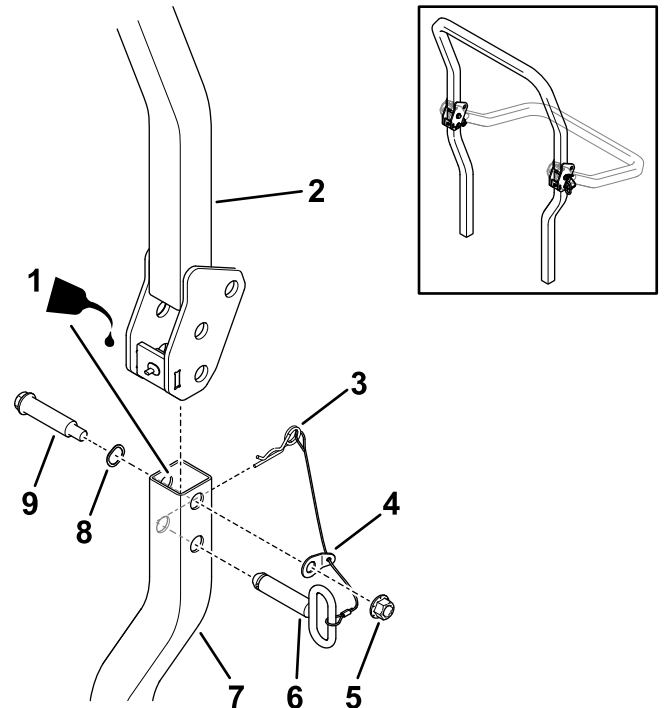

Figura 12
5. Lubrique ligeramente las superficies internas de los tubos inferiores de la barra anti-vuelco (Figura 12).
6. Instale provisionalmente la barra antivuelco superior en la barra antivuelco inferior usando 2 pernos de cuello largo, 2 arandelas onduladas, 2 arandelas con pestaña sujetas a cordones y 2 contratuercas (½"), como se muestra en la Figura 12.
8. Eleve la barra antivuelco superior a la posición vertical, instale los pasadores de enganche (los tiradores ovalados deben quedar en el exterior de la máquina), y sujételos con chavetas en cada lado (Figura 12).